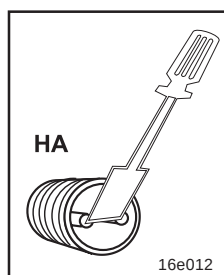

Fig. 4.1
- Polerne i stikket kortsluttes flere gange med en lille skruetrækker (se fig. 4.1).